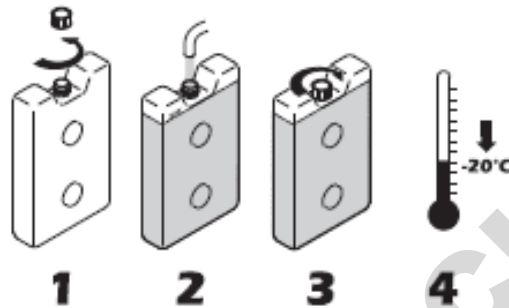

Figura 1 - preparare i pacchi di acqua
- Riempire i pacchi di acqua con acqua fredda e pulita secondo la figura 1. Le pacchi di acqua devono essere riempite in posizione verticale. Il livello di riempimento non deve superare il livello di indicazione. Lo spazio d'aria rimanente permette l'espansione dell'acqua riempita che avviene durante la cristallizzazione, quando il liquido si trasforma in uno stato solido.